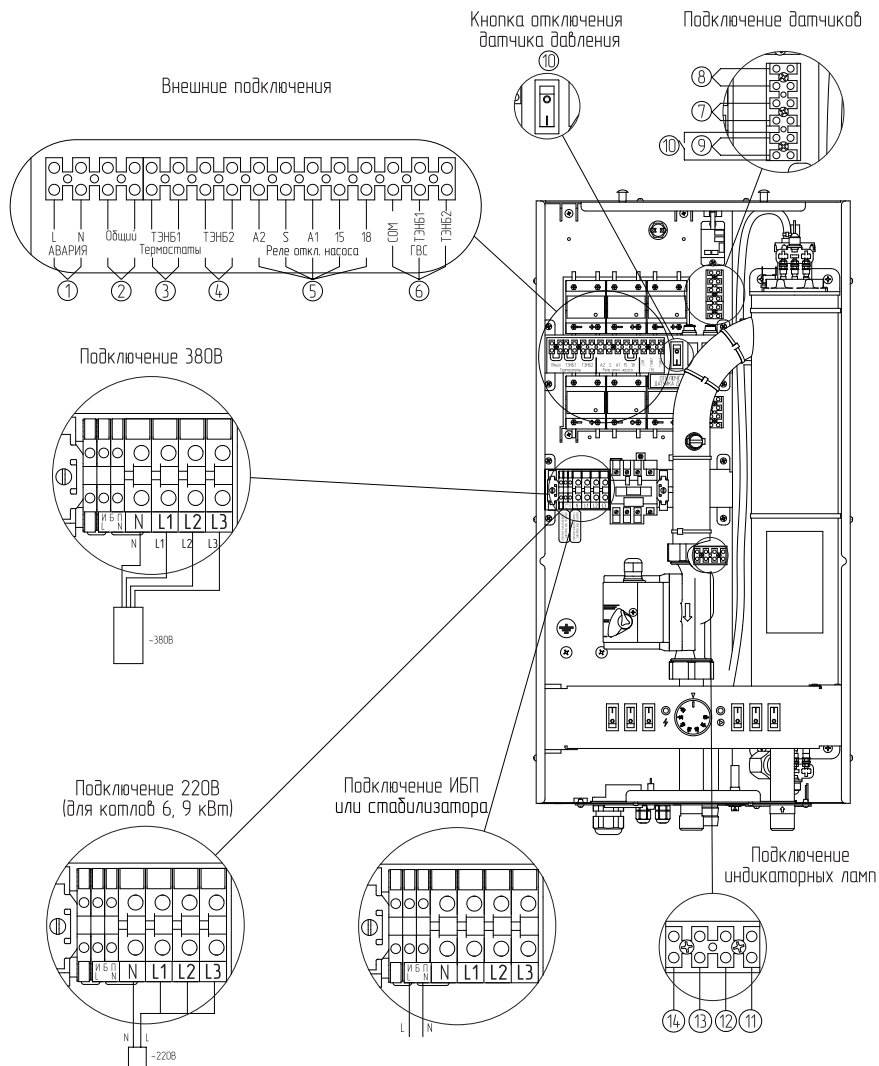
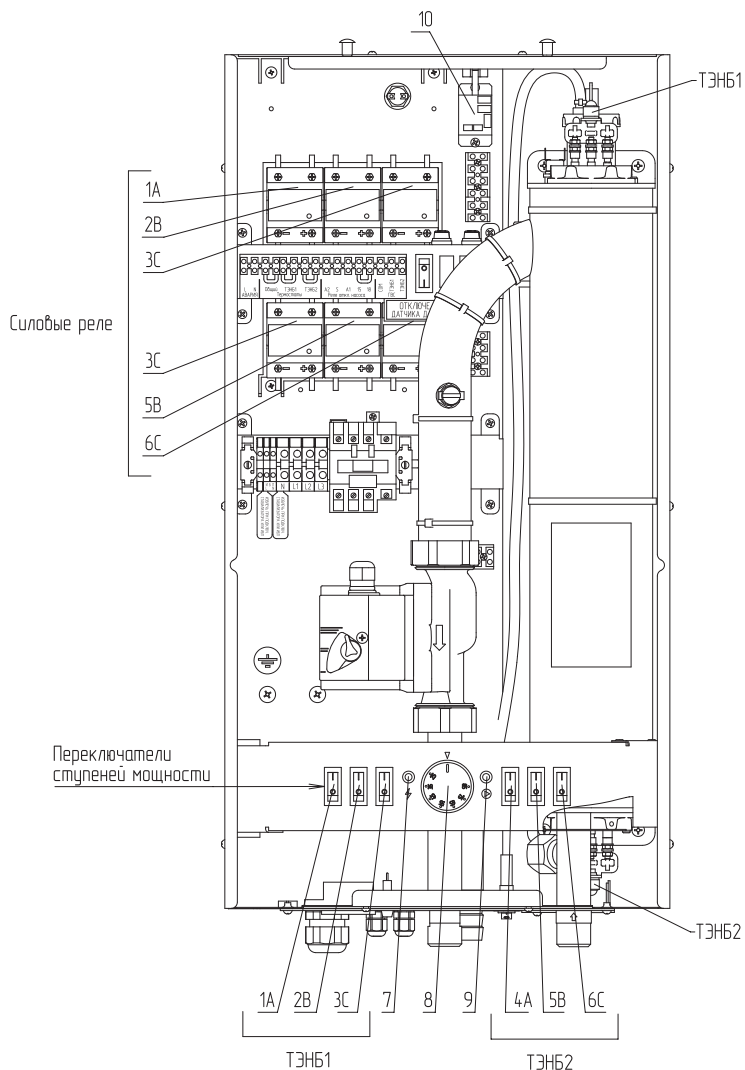
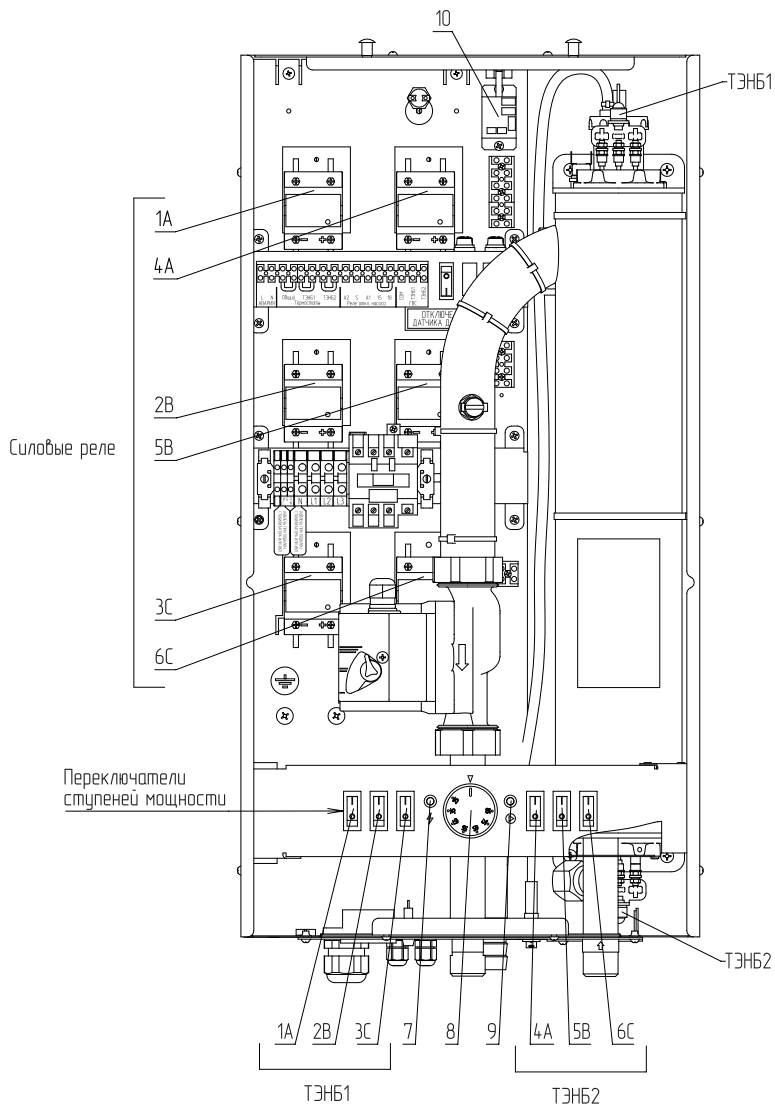

Рис.5 Схема подключения электрического котла ZOTA JAZZ к однофазной / трехфазной сети
Рис.6 Описание органов управления нагревом котлов от 6 до 9 кВт
Рис.7 Описание органов управления нагревом котлов от 12 до 15 кВт
- Присоединить рабочий нулевой провод на клемму нейтраль (N) котла;
- Для сети **трехфазного** переменного тока 380 В присоединить фазные провода на клеммы L1, L2, L3 колодок (**Рис.5, подключение 380**);
- Для сети **однофазного** переменного тока 220 В присоединить фазный провод на клеммы L1, L2, L3 колодок (**Рис.5, подключение 220**). Для соединения клемм L1, L2, L3 колодки в комплекте имеется специальная перемычка (только для ZOTA JAZZ от 6 до 9 кВт);
- Извлечь перемычки (**Рис.5, подключение ИБП или стабилизатора**);
- В котле установлен возвратный датчик перегрева на 95°C (**Рис.5, поз.6**). При его срабатывании котел отключает нагрев (отключается контактор (**Рис.2, поз.12**), но циркуляционный насос продолжает работать, отводя горячий теплоноситель в систему отопления. Датчик подключается к колодке подключения датчиков (**Рис.5, поз.7**) и может быть заменен в случае выхода из строя.
Реле давления можно отключить с помощью кнопки отключения датчика давления (**Рис.5, поз.9**), это может понадобиться в случае, если у пользователя открытая система отопления.
(**Рис.5, поз.6 и поз.8**) и может быть заменен в случае выхода из строя совместно с кнопкой отключения датчика давления.
- «Сухой контакт» «Общий» (**Рис.5, поз.2**) при размыкании контактов отключает нагрев всего котла.
- «Сухой контакт» «ТЭН 1» (**Рис.5, поз.3**) при размыкании контактов отключает первые три ступени мощности котла (**1А; 2В; 3С**), отвечающих за запуск блока ТЭН 1 (**Рис.6, Рис.7, поз.1А, поз.2В, поз.3С**).
- «Сухой контакт» «ТЭН 2» (**Рис.5, поз.4**) при размыкании контактов отключает с четвертой по шестую ступени мощности котла (**4А; 5В; 6С**), отвечающих за запуск блока ТЭН 2 (**Рис.6, Рис.7, поз.4А, поз.5В, поз.6С**).
- Термостат подключен или к «ТЭНБ 1» (**Рис.5, поз.3**) или к «ТЭНБ 2» (**Рис.5, поз.4**). В данном случае с помощью термостата мы подключаем только 50% мощности, что дает нам возможность при установке котла резервировать мощность на будущее или просто использовать половину ресурса котла, и каждый год переподключать термостат, обеспечивая равномерный износ котла;
- Подключено 2 термостата или управляющих реле к «ТЭНБ 1» (**Рис.5, поз.3**) и к «ТЭНБ 2» (**Рис.5, поз.4**).